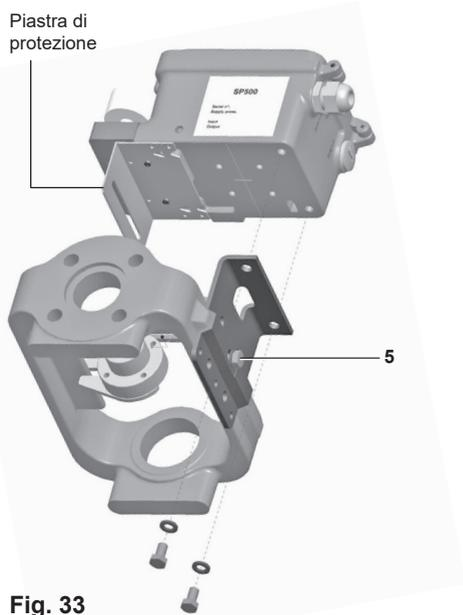

Fig. 33
- 5.2.6** Fissare la piastra di montaggio del posizionario al posizionario come mostrato nelle Figure 33 e 34.
- 5.2.8** Quando il posizionario SP500 e il gruppo piastra di montaggio sono correttamente posizionati, serrare la vite a testa esagonale (**5**) sull'attuatore a castello (Fig. 33) a 10 - 12 N m e serrare i dadi dei bulloni a U (**6**) sugli attuatori a colonna (Figura 36) a 10 - 12 N m.